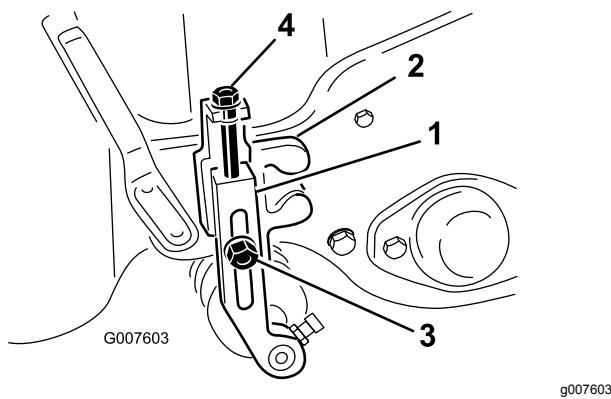

Figura 54
2. Afloje las contratuerzas que sujetan los brazos de ajuste de la altura de corte a los soportes de ajuste (Figura 54).